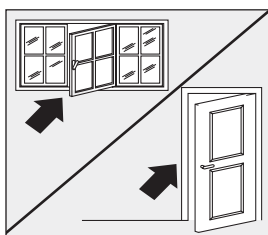

Fig. 5
- Fermez les fenêtres et les portes de la pièce à climatiser (Fig. 5). Lorsque vous installez l'appareil de façon semi-permanente, vous devez laisser une porte légèrement ouverte (aussi peu que que 1 cm) pour garantir une ventilation correcte ;